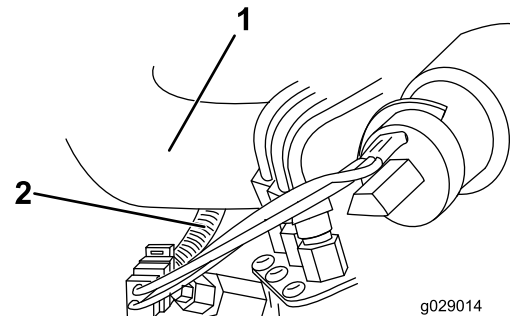

Bild 13
5. Führen Sie das andere Ende des Überbrückungskabelbaums unter dem Kühlerschlauch durch und verbinden Sie es dann mit dem Hauptkabelbaum (Bild 13).